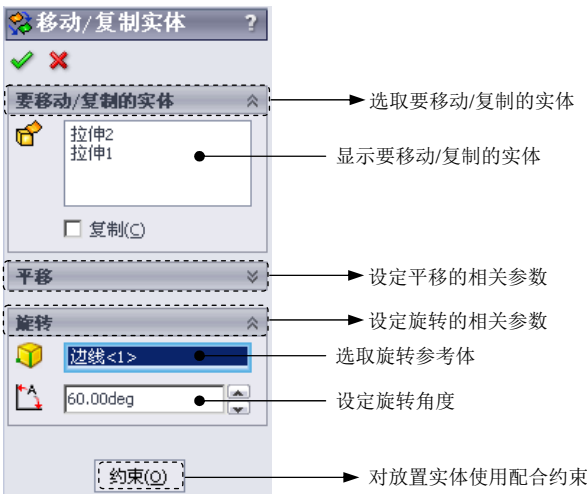

图 3.18.6 “移动/复制实体”对话框
Step2. 选择命令。选择下拉菜单 **插入(I)** → **特征(F)** → **移动/复制(M)...** 命令，系统弹出图 3.18.6 所示的“移动/复制实体”对话框。